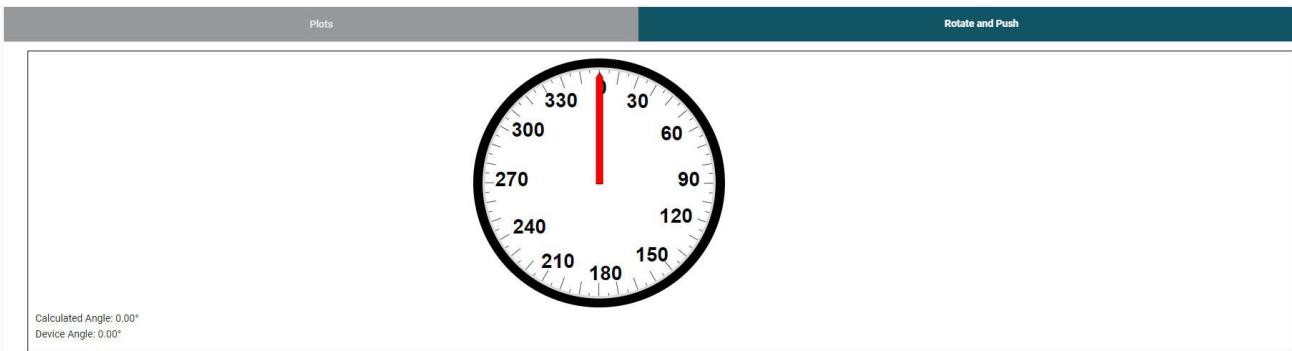

图 4-11. 旋推 GUI 页面
3. 转到“Plots”页面中的 **Rotate & Push** 选项卡（请参阅图 4-11）。